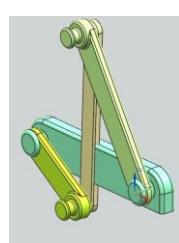

рис.29
- Задав движитель в другом шарнире, вы можете спокойно провернуть механизм. Но, при этом материал одной детали спокойно “залезет” в материал другой детали (рис.29, 30), и ничто нам об этом не просигнализирует! Чтобы как-то застраховать себя от подобных ситуаций нужно предпринять дополнительные усилия, о чём мы расскажем в следующем параграфе.